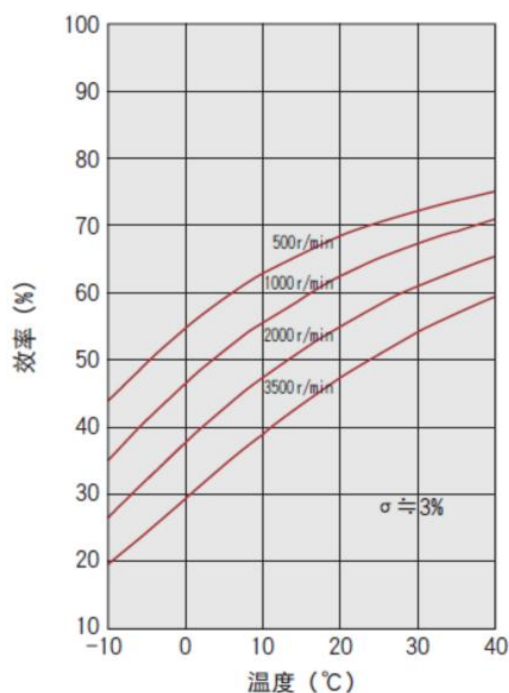

图 25-3 额定转矩时的效率
(1) 关节模组转矩常数=电机转矩常数(Torque constant) * 减速比 * 传动效率(通常在 50%~70%，效率曲线如图 25-3 所示)。
(2) 关节模组输出转矩=关节模组转矩常数*电机实际电流(可通过对象字典 0x6078 获取，该对象字典说明如表 25-3)。